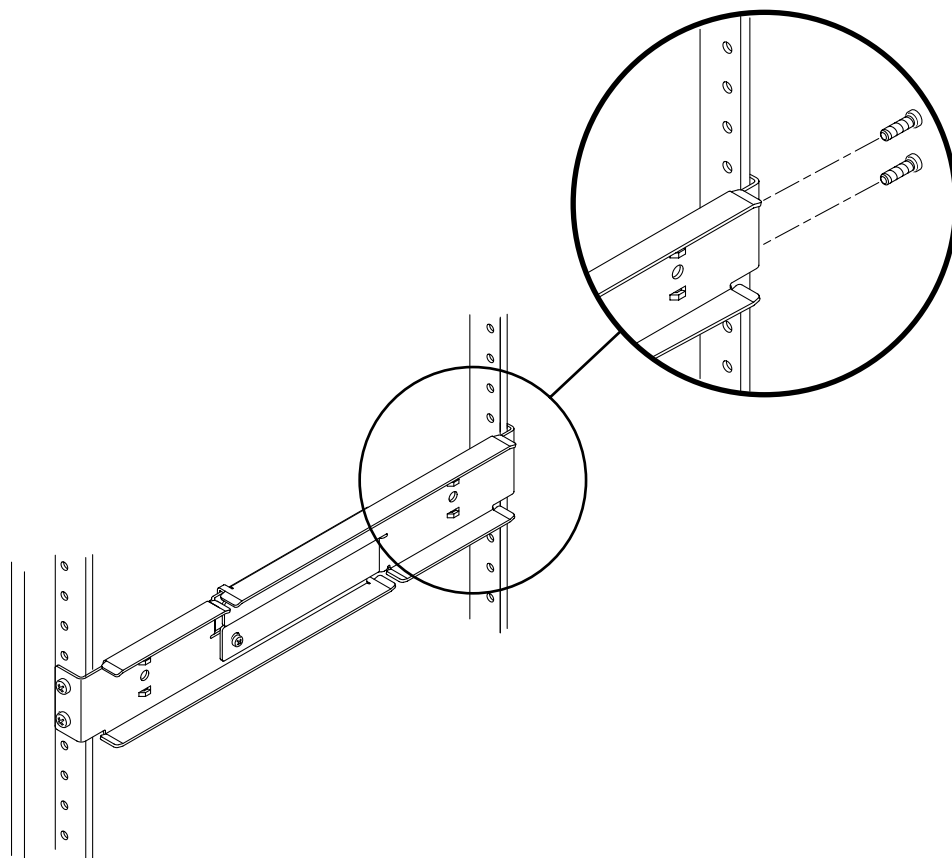

図 3-17 ラックへの調節可能なレール背面の固定
4. ラックの背面で、2本のねじを使用して、調節可能なレールの背面をラックに固定します (図 3-17 を参照)。